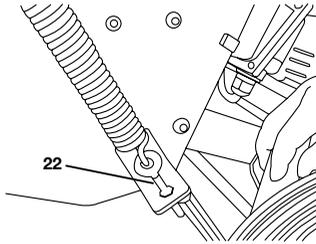

Figura 17
Para apretar correctamente el resorte, la rosca en el perno de anilla (22) debe sobresalir unos 22 mm (véase la Figura 17).